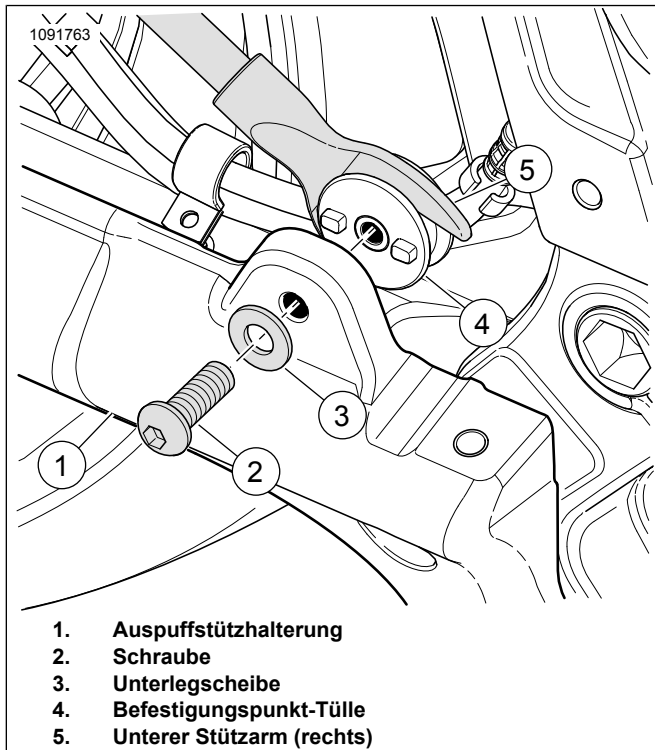

Abbildung 3. Befestigungsstellen-Befestigung (rechte Seite)
1. Siehe Abbildung 3 >. Tülle des rechten Befestigungspunkts einbauen.
- a. Die Noppen der Befestigungspunkt-Tülle (4) in die Löcher der Auspuffstützhalterung (1) einfügen.
- b. Unterlegscheibe (3) auf Schraube (2) anbringen.